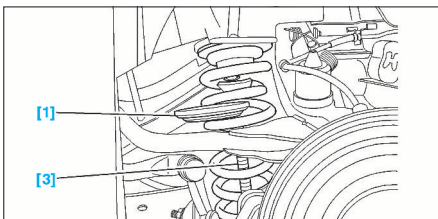

FIG. 41
- Placer l'outil [3] à l'intérieur du ressort (Fig.41).